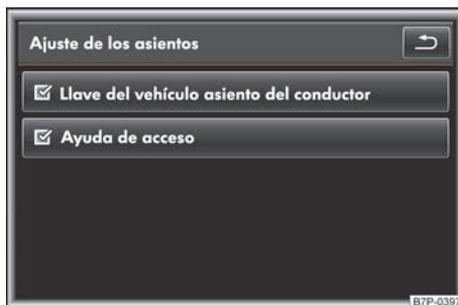

Fig. 103 Sistema de infotainment: menú de los ajustes del asiento del conductor con función de memoria. ▶
- Active la casilla de verificación del botón de función   pulsándola  → fig. 103.
→ fig. 103.